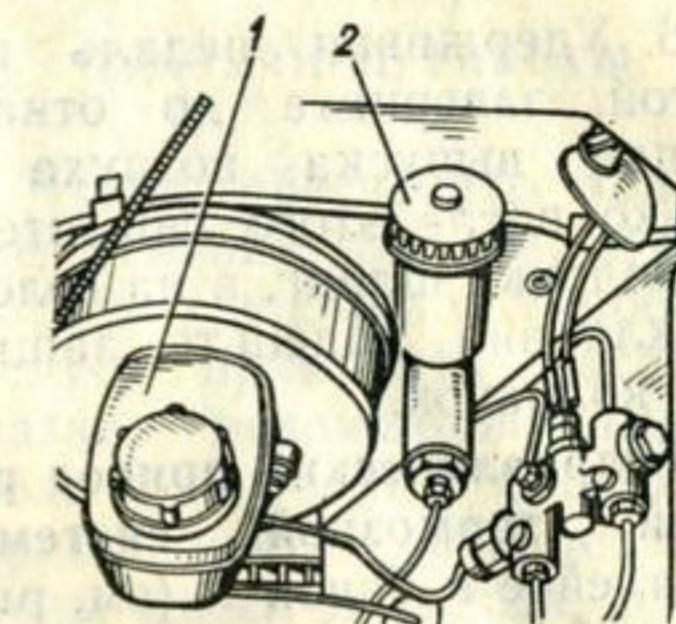

Рис. 35. Бачки главных цилиндров гидроприводов выключения сцепления и рабочей тормозной системы:
Гидравлический привод сцепления. 1. Залейте в бачок 2 (рис. 35) тормозную жидкость на 10—15 мм ниже верхней кромки бачка главного цилиндра гидравлического привода сцепления и несколько раз нажмите на педаль сцепления.
1. Залейте в бачок 1 (см. рис. 35) рабочую тормозную жидкость до метки MAX и нажмите несколько раз на педаль тормоза.
В процессе эксплуатации автомобиля необходимо следить за уровнем тормозной жидкости в бачках (см. рис. 35). Он должен быть на 10—15 мм ниже верхней кромки бачка главного цилиндра гидравлического привода сцепления и между отметками MIN и MAX, нанесенными на стен-